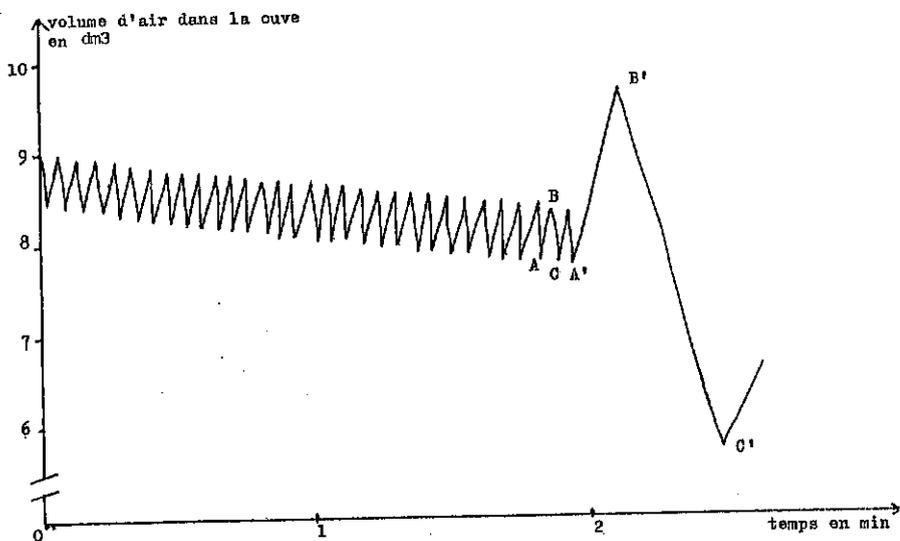
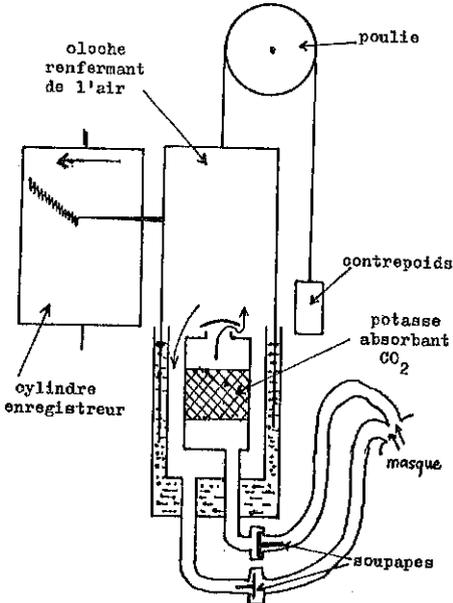

FIGURE 2
FIGURE 3
- II - On enregistre à l'aide d'un spiromètre à eau (figure 3) les volumes d'air inspiré et expiré d'un jeune adulte de 65 kg. Le dioxyde de carbone rejeté à l'expiration est absorbé par de la potasse. Les variations du volume d'air contenu dans la cuve en fonction du temps sont représentées sur le graphique de la figure 2.